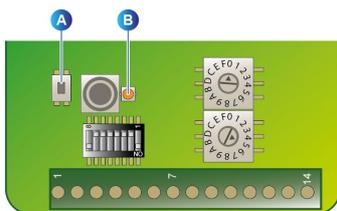

Imagen 53: Tarjeta inalámbrica de *OLCT 80*.
4. **En la tarjeta inalámbrica del *OLCT 80*** (consulte la Imagen 53: *Tarjeta inalámbrica de OLCT 80*. presione tres veces de forma rápida en el botón de acoplamiento marcado con una "A" en la figura.
En el modo de funcionamiento normal, la luz LED (Imagen 53, B) de la tarjeta inalámbrica del *OLCT 80* parpadea de color naranja, mientras que la luz LED (Imagen 52, F) del receptor principal parpadea de color rojo.